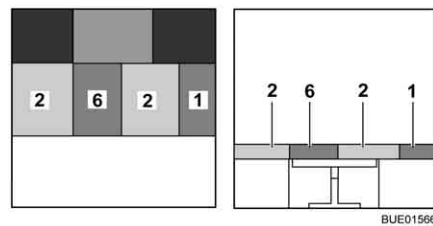

Fig. 106 Dopo la trasformazione
- Posizionare il cuscino aggiuntivo (Fig. 106,6) sul tavolo.
- Spingere il cuscino destro del divano (Fig. 106,2) contro il cuscino aggiuntivo.
- Posizionare un cuscino dello schienale (Fig. 106,1) tra il cuscino del divano (Fig. 106,2) e la parete laterale.